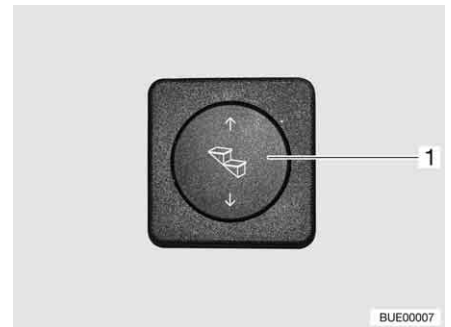

Bild 14 Bedientaster Eintrittstufe
- Wipptaster (Bild 14,1) unten drücken und gedrückt halten (mindestens 3 Sekunden), bis die Eintrittstufe vollständig ausgefahren ist.
- Wipptaster (Bild 14,1) oben drücken, bis die Eintrittstufe vollständig eingefahren ist.